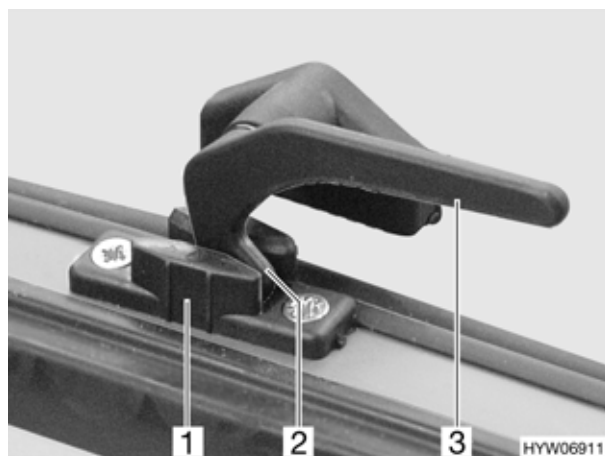

Fig. 40 Finestra apribile in posizione di "aerazione continua" (variante 1)
- aerazione continua (Fig. 40)
- Aprire la maniglia (Fig. 40,3) della finestra apribile.
- Ruotare nuovamente la maniglia. Riportare contemporaneamente il nasello di chiusura (Fig. 40,2) nella rientranza della chiusura della finestra (Fig. 40,1).